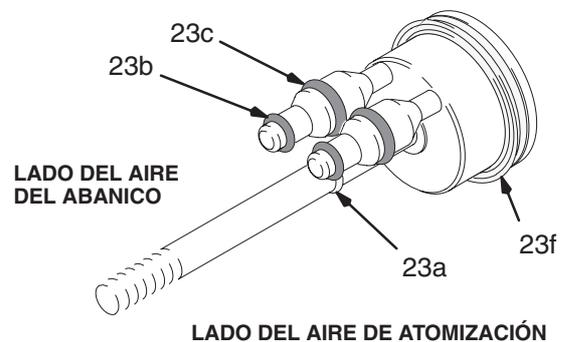

Fig. 28
3. Inspeccionar las juntas (23a, 23b, 23c) y la empaquetadura de la copela en U (23f) por si hay daños. Ver la Fig. 27. Consultar la Fig. 28 para aislar cualquier problema relacionado con fugas de aire.
6. Instalar el brazo del actuador (19) y la contratuerca (46), con el conjunto de la contratuerca colocada en el extremo del vástago del pistón. Ajustar la tuerca (36) como se indica en la página 28. Apretar firmemente la contratuerca (46) para evitar que se afloje durante el funcionamiento.